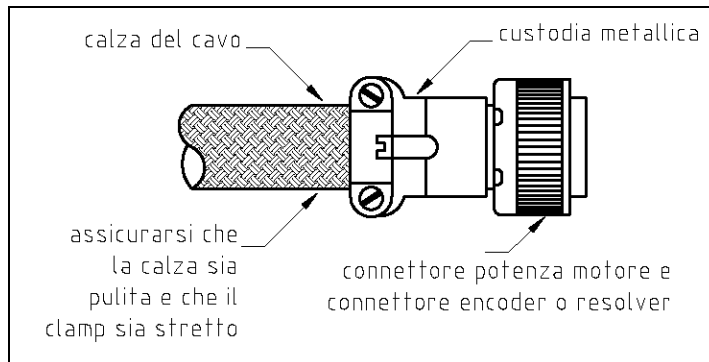

Fig. 3.1 – Connessione calza /connettore lato motore
- Cavo encoder (vedi Fig. 3.1)
- Cavo resolver (vedi Fig. 3.1)